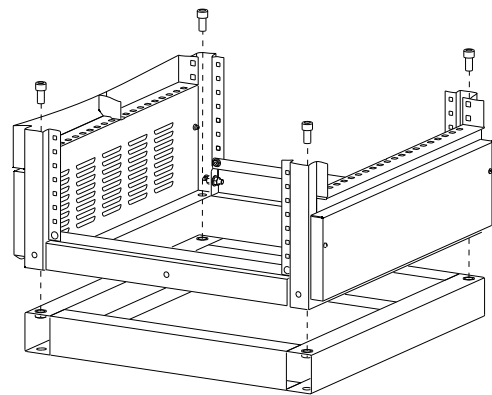

Рисунок 36
19.2 Закрепите Цоколь четырьмя болтами М12×25 с шайбами (рисунок 36). Момент затяжки 36 Н·м.